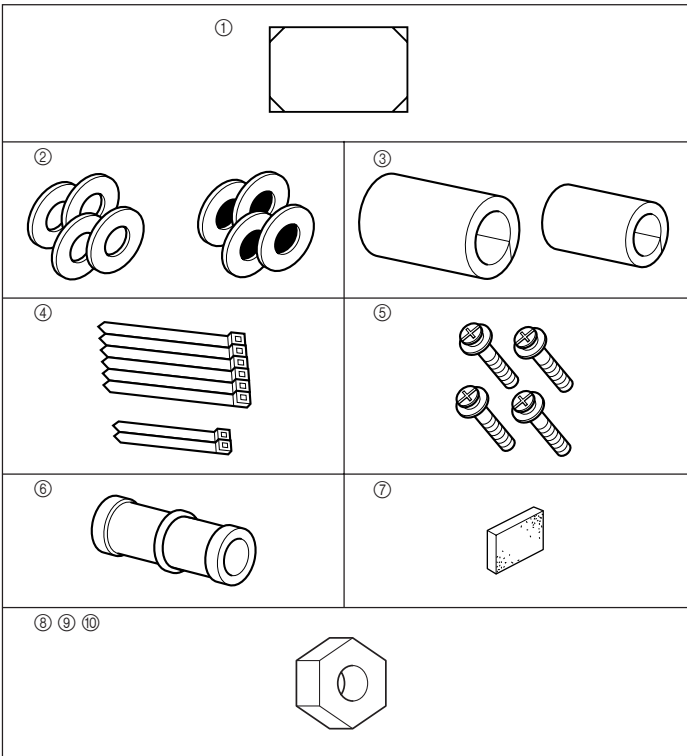

Fig. 2-1
2.1. Verificação dos acessórios da unidade interior (Fig. 2-1)